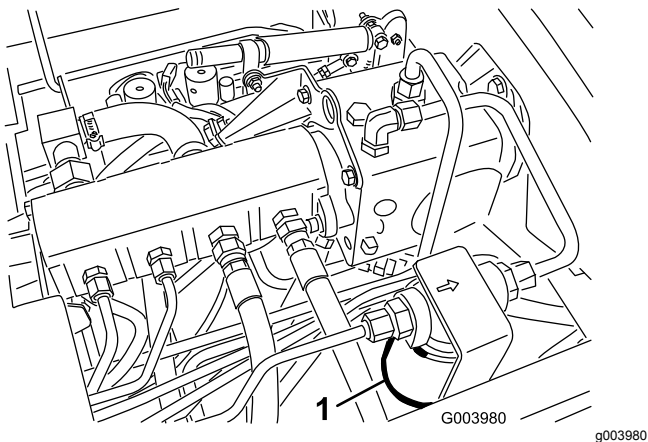
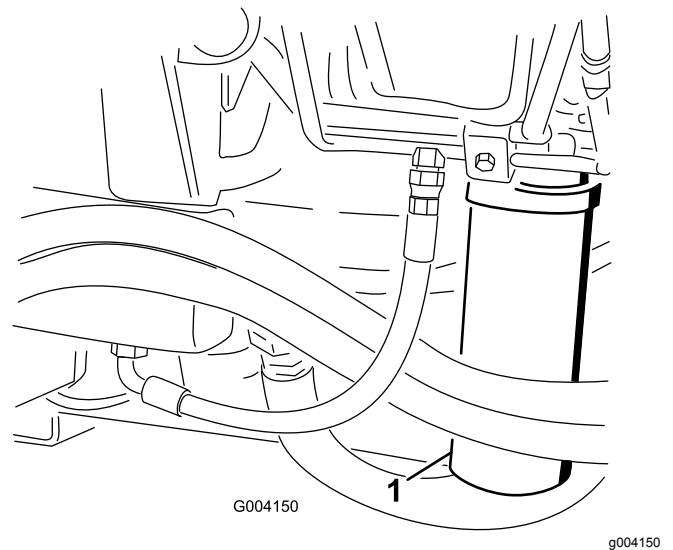

图69
图70
2. 清洁过滤器安装区域的周围并在过滤器下面放置一个放油盘图69和图70。